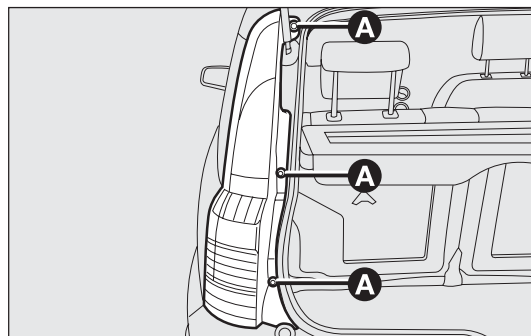

fig. 152
- svitare le tre viti A-fig. 152 dalle rispettive sedi, tirare delicatamente verso di sé il fanale completo fino al totale disimpegno delle tre mollette di aggancio (sono fissate a pressione) e sganciare il connettore;